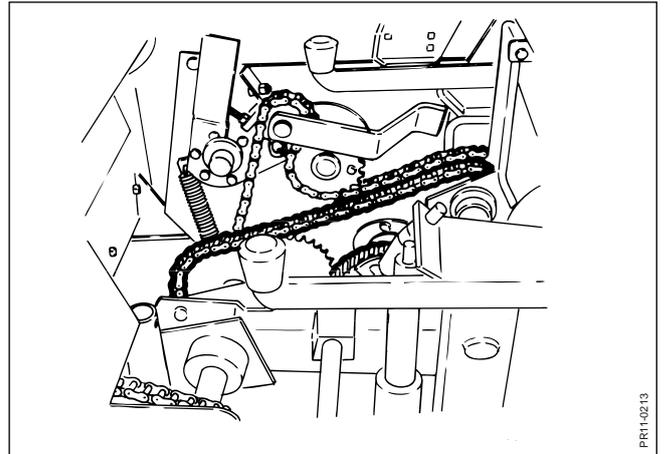

Fig. 3.12
- Fig. 3.12** Monter la transmission à chaînes pour le bec à maïs.